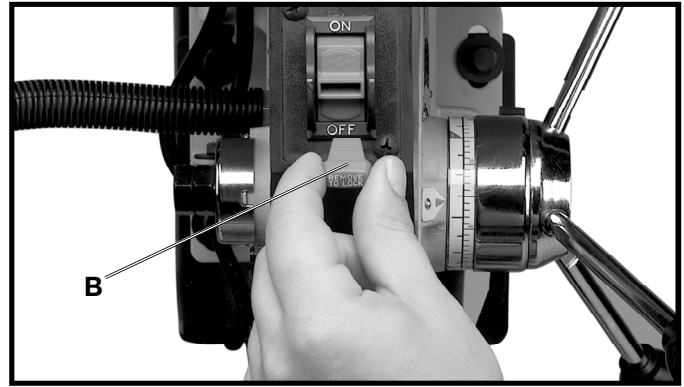

Fig. 19
**IMPORTANT:** lorsque la machine n'est pas utilisée, l'interrupteur doit être verrouillé en position d'« arrêt » (off) pour empêcher toute utilisation non autorisée. La machine se verrouille en pinçant la bascule de l'interrupteur (B) et en la retirant comme indiqué à la figure 19. Une fois la bascule de l'interrupteur (B) absente, l'interrupteur est désactivé. Toutefois, si la bascule de l'interrupteur est retiré alors que la perceuse à colonne fonctionne, il est possible d'éteindre la perceuse une fois mais la bascule (B) doit être insérée de nouveau pour permettre la mise en marche.